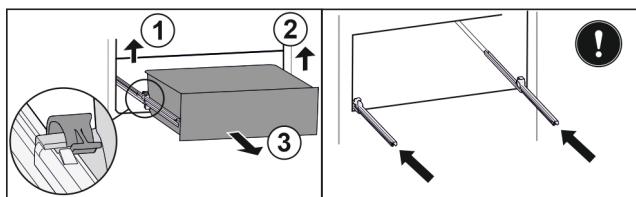

Fig. 139
▶ 提起左侧夹子，同时将抽屉左侧向前拉。 Fig. 139 (1)
▶ 提起右侧夹子，同时将抽屉右侧向前拉。 Fig. 139 (2)
▶ 朝前取出抽屉。 Fig. 139 (3)